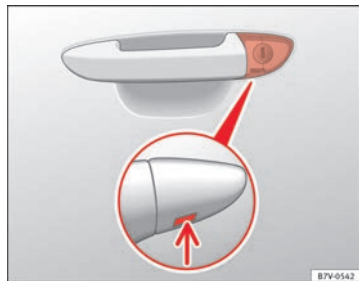

Fig. 55 Manilla de la puerta del conductor: Bombín de cierre oculto.
- Introduzca el espadín en la abertura de la tapa de la maneta de la puerta del conductor desde abajo ⇒ **fig. 55** (flecha) y eleve la tapa de abajo hacia arriba.